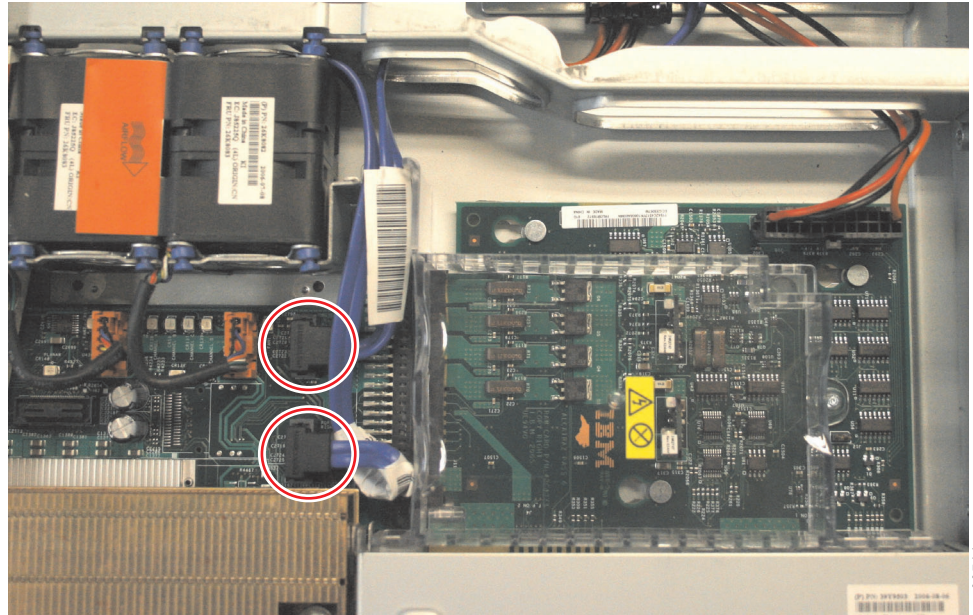

図 132. SAN ボリューム・コントローラー 2145-8G4 ディスク・ドライブ・バックプレーンコネクター
4. 電源機構バックプレーン・カードに電源ケーブルを再接続します。次に、システム・ボードに 2 本の青色の信号ケーブルを再接続します。171 ページの図 132 に示すように、左のケーブルはフロント・システム・ボードのコネクターに、右のケーブルは背面システム・ボードのコネクターに接続します。